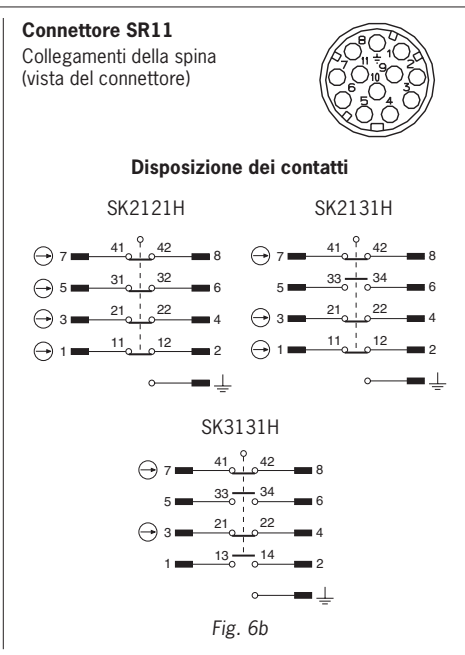

Fig. 6b
- ▶ Collegamenti vedi fig. 6b.